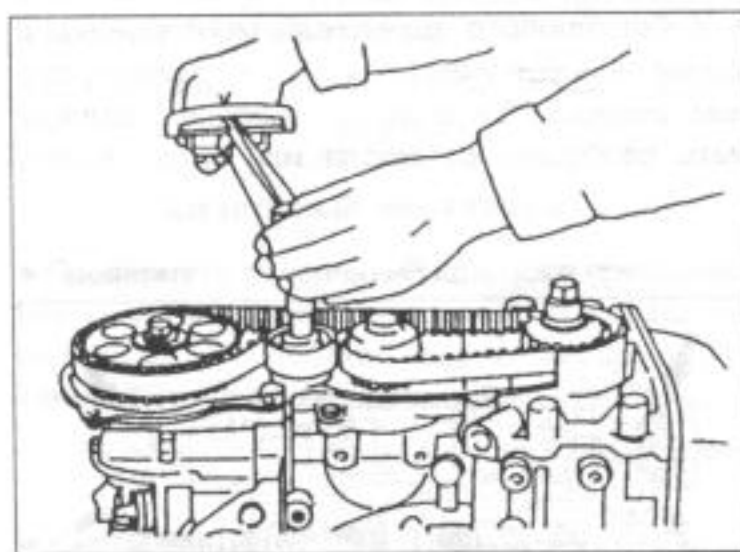

Рис. 66.
- двигатель перевести в положение, показанное на рис. 66, и болты натяжного устройства ремня затянуть с моментом затяжки 37-63 Нм;